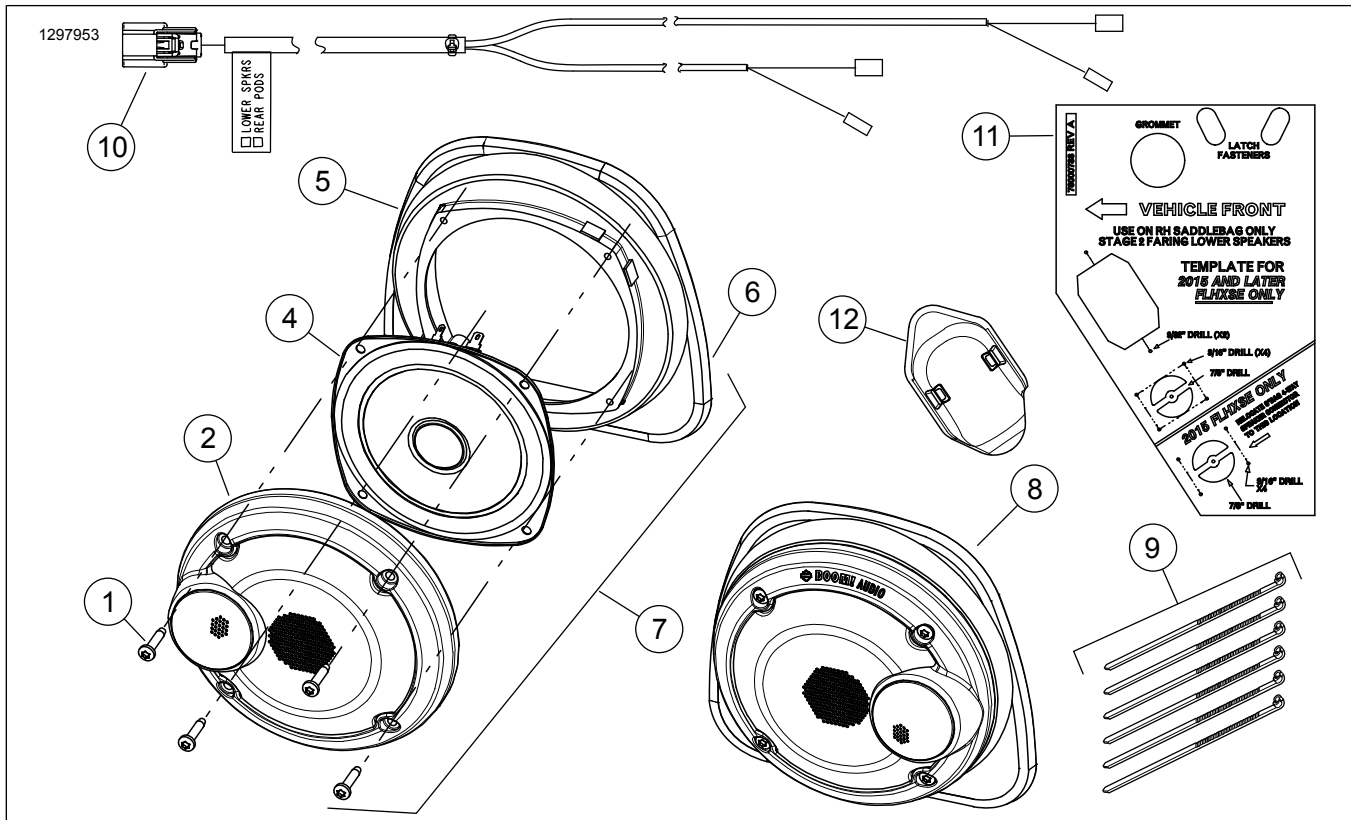

图4. 维修零件，下部挡风板扬声器
参见图4和表1。
1. 参见图4。Stage I：将线束(10)上的小端子引线路由到较低的挡风板。Stage II：不使用线束(10)。废弃线束根据放大器安装套件中的说明对车辆侧线束进行布线。不要在下部挡风板上钻任何洞。
将[313]连接到线束(10)。参见图4。转至完成部分。
- f. 拆下模板。使用气动锯或类似工具切口连接器开口(4)。用边箱线束上的18路法兰连接器[289-1A]检查开口(4)的尺寸(参见图4，项目7)。必要时按照模板修磨孔的形状。
- g. 拆下模板。使用气动锯或类似工具切口连接器开口(4)。用边箱线束上的18路法兰连接器[289-1A]检查开口(4)的尺寸(参见图4，项目7)。必要时按照模板修磨孔的形状。